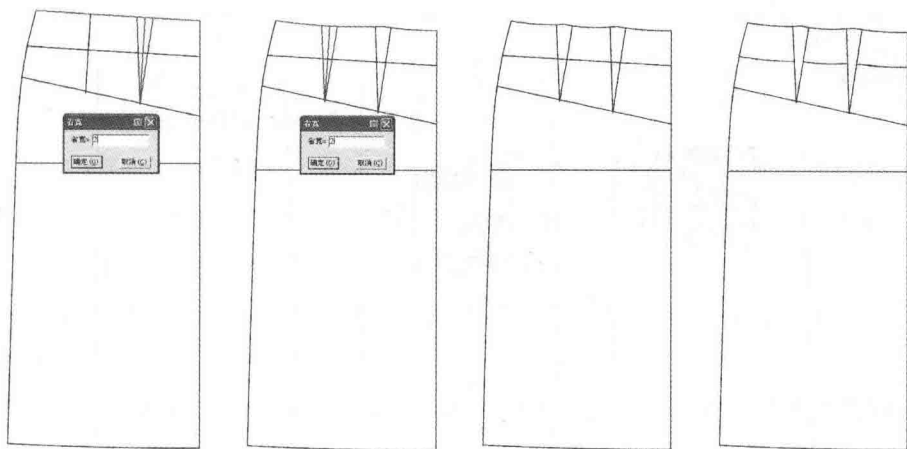

图5-21 画腰省
(2) 如图 5-21 所示, 选择  【智能笔】工具按住【Shift】键, 进入【开省】功能。先框选腰围线, 再框选或点选省线, 出现【省宽】对话框入 2cm。然后调顺腰围线。